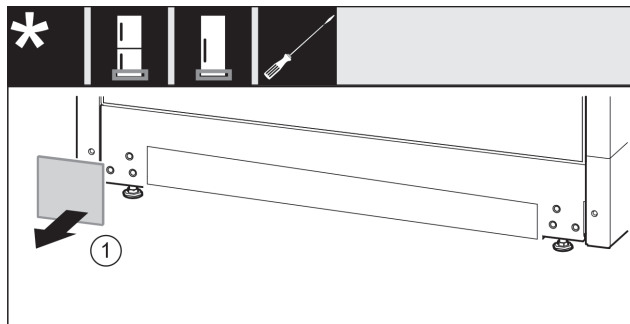

Fig. 13
- ▶ Vegye le a fedelet Fig. 13 (1).